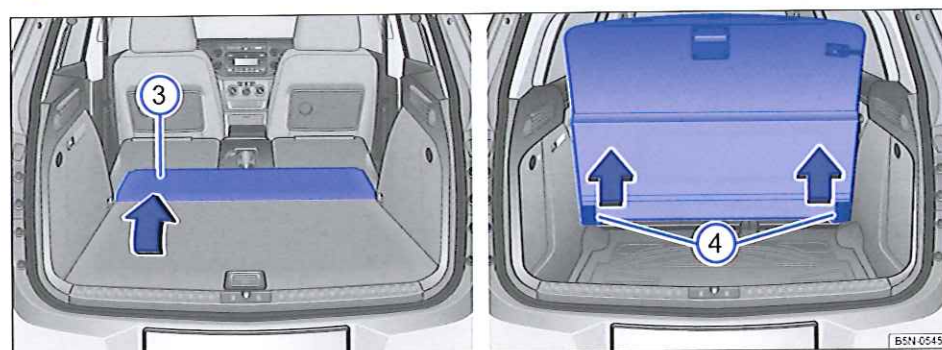

Fig. 105 Dans le coffre à bagages : extension du coffre à bagages vers l'avant ou vers le bas.
- Rabattez le cache → fig. 105 ③ vers l'avant.